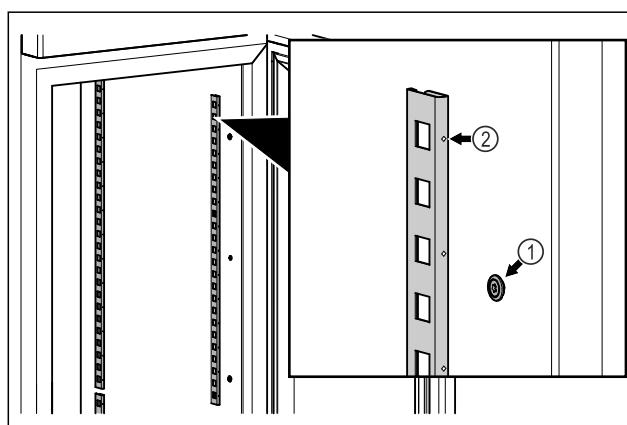

Fig. 15 Reprezentare exemplificativă
- Acroșați barele de prindere în sistemul de suspendare Fig. 15 (1). Marcajul Fig. 15 (2) trebuie să fie orientat spre înainte.